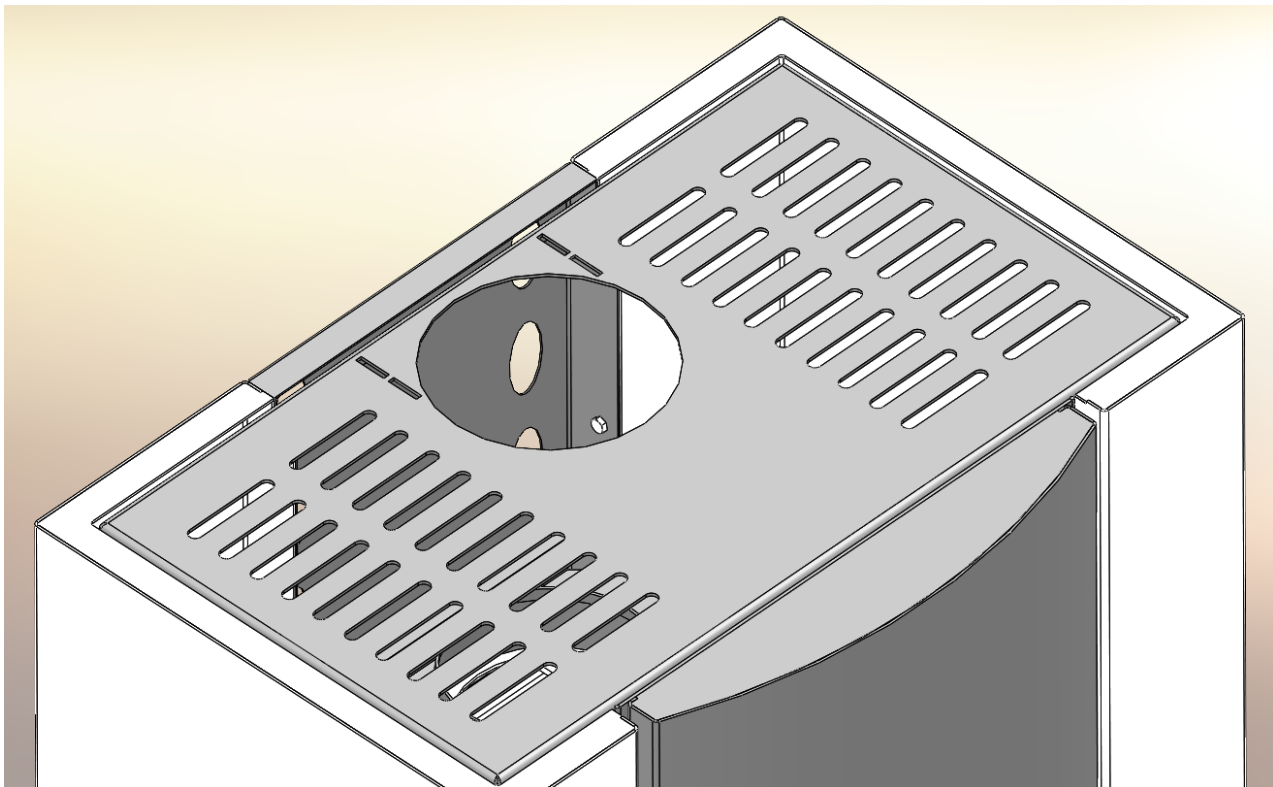

Figure 2 Remplacement du raccord du conduit de fumée et du couvercle du conduit de fumée
3. Figure 2 Remplacement du raccord du conduit de fumée et du couvercle du conduit de fumée	Page 5